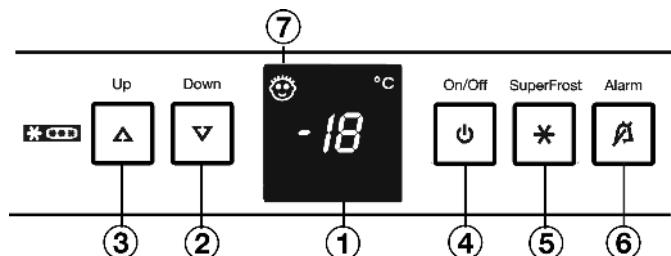

Fig. 2
- нажмите кнопку On/Off Fig. 2 (4).
- Активация режима настройки: удерживайте кнопку SuperFrost Fig. 2 (5) прибл. 5 секунд.
- Кнопкой настройки Up Fig. 2 (3) или кнопкой настройки Down Fig. 2 (2) выберите h .
- Подтвердить: Коротко нажмите кнопку SuperFrost Fig. 2 (5).
- Увеличение яркости индикации: нажмите кнопку настройки Up Fig. 2 (3).
- Уменьшение яркости индикации: нажмите кнопку настройки Down Fig. 2 (2).
- Подтвердить: нажмите кнопку SuperFrost Fig. 2 (5).
- Выход из режима настройки: нажмите кнопку On/Off Fig. 2 (4).